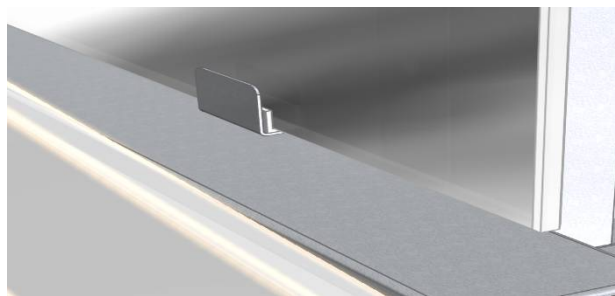

Рисунок 6
5. Между стойками фронтальными в держатели вкладывается экран (см.рис.6).
6. В держатели стекла бокового вкладываются защитные профили (30 мм), в которые устанавливаются боковые стекла (см.рис.6).